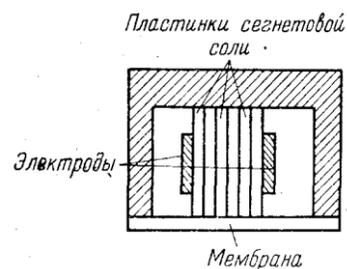

Рис. 6.4. Схема устройства пьезоэлектрического приемника звука.
**3.** Пьезоэлектрический приемник звука состоит из мембраны, на внутренней которой набирается столбик из тонких кристаллических пластинок. Между пластинками прокладываются электроды из тонкой металлической фольги (рис. 6.4). Какие из пластинок сегнетовой соли —  $45^\circ$  X-среза или  $45^\circ$  Y-среза — обладают большей чувствительностью в качестве приемников?